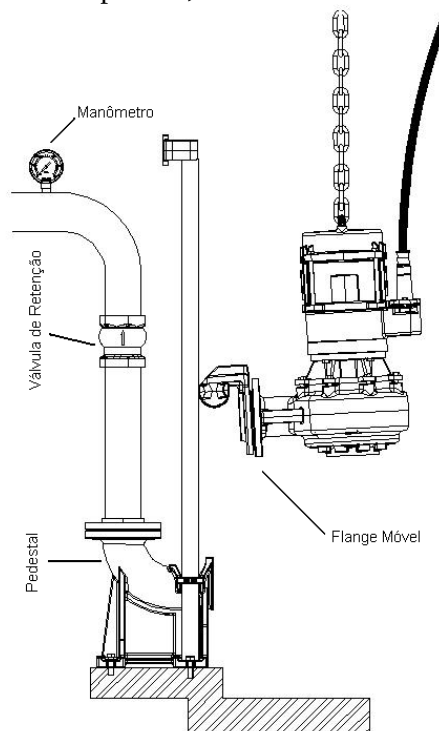

Figura 2 – Instalação em local úmido
3. Os tubos guias deverão ser do tipo **Sch80**. Corte o tubo no comprimento correto. Coloque os tubos guia nos pinos que guiam a flange móvel (Figura 2). Retire o suporte superior. Insira os pinos nos extremos dos tubos guia, e recolque a parte superior. Verifique se os tubos guia estão verticais e paralelos;
1. A corrente de elevação (Figura 2), está completamente presa na motobomba (a corrente pode ser dimensionada conforme a tabela abaixo);
3. O comprimento dos cabos de energia (alimentação) e controle deve ser adequado para baixar a bomba na sua posição final, guiado pela corrente da Figura 2;
5. O “O”-ring da flange móvel (Figura 2), esteja corretamente instalado em sua ranhura, engraxada e sem dano algum;
6. O sentido de rotação do motor está correto. (Ver o item 5.1.3)
1. Com a ajuda de uma talha, colocar a motobomba na posição diretamente acima dos tubos guia. Baixar a motobomba lentamente até que a flange móvel (Figura 2), encaixe com o tubo guia;
2. Uma vez que o item 1 (um) foi feito, deve-se baixar a motobomba com cuidado até alcançar o pedestal (cotovelo de descarga) .